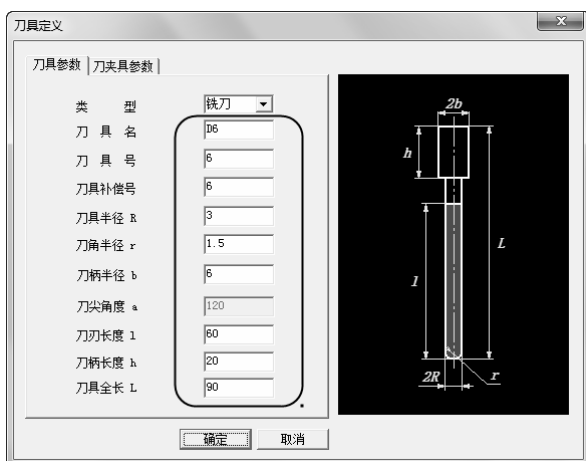

图 2-53 “刀具定义”对话框
7) 单击“刀具参数”选项卡，选择“增加刀具”按钮，系统弹出“刀具定义”对话框，设置刀具参数如图 2-53 所示。“刀夹具参数”设置为系统默认，然后单击“确定”按钮，刀具便增加到了刀具库中。